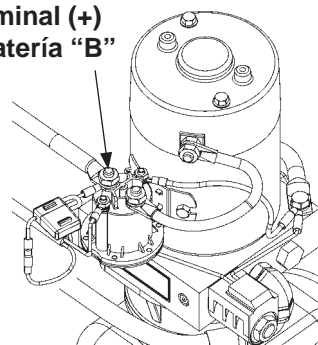

FIG. 36-1
1. Conecte un voltímetro a la terminal "B" del solenoide para verificar que se esté energizando. Recargue la batería si la lectura del voltaje es menor a 12.6 voltios (FIG. 36-1).